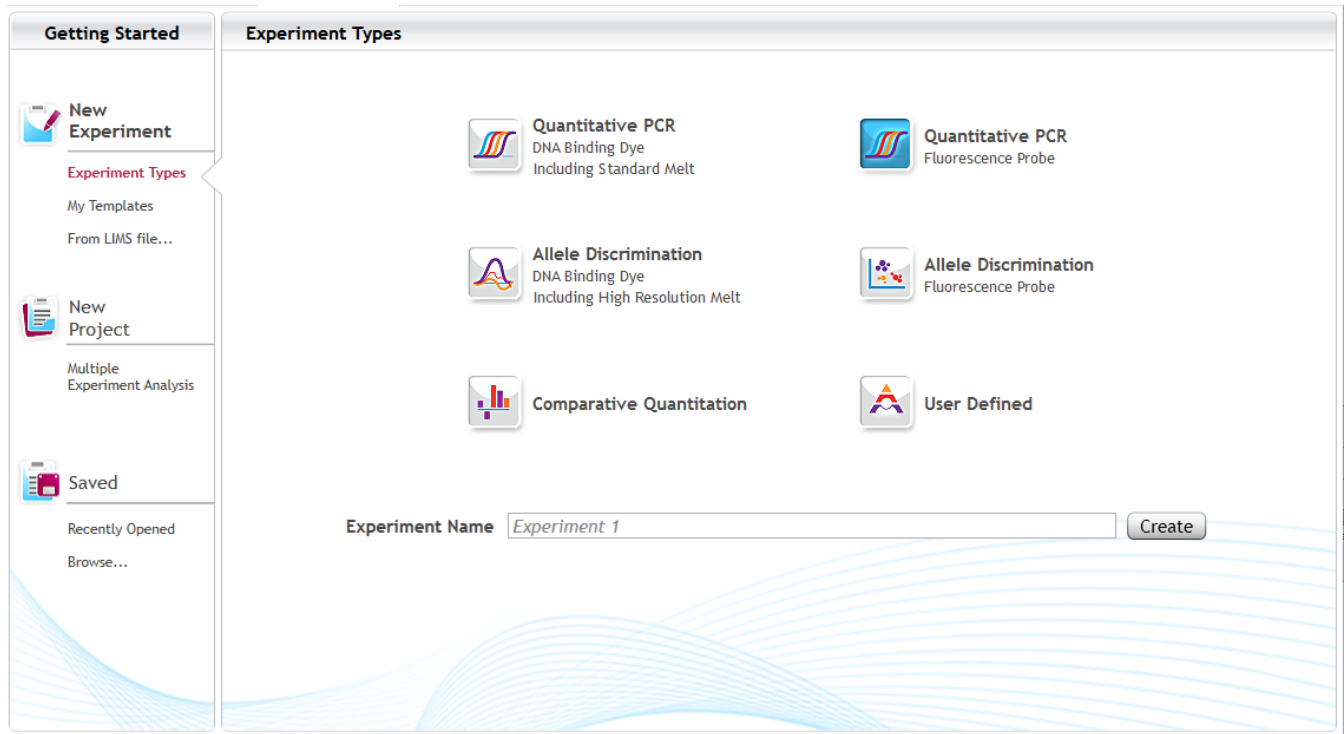

Figura 2 Pantalla Getting Started de Aria: se ha seleccionado **Quantitative PCR, Fluorescence Probe**
- 3 En el centro de la pantalla, seleccione **Quantitative PCR, Fluorescence Probe**, como se muestra en **Figura 2**.